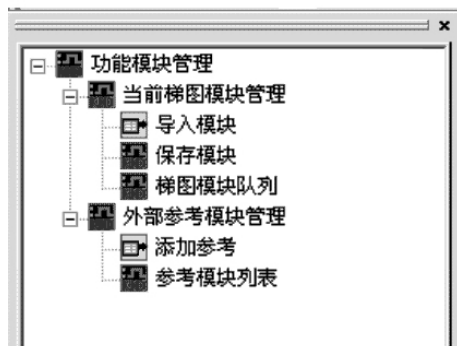

图 4.50 功能模块管理器操作界面
功能模块管理器的操作界面采用基于树形结构的集中操作形式，如图 4.50 所示。
右键单击当前梯图模块队列中的任一模块名，在如图 4.50（2）所示的右键菜单中，单击“模块属性”菜单项，则弹出该模块的属性对话框；
(4) 将梯图模块导出为模块文件
右键单击梯图模块队列中的任一模块名，在如图 4.50 (2) 所示的右键菜单中，单击“导出为模块文件”菜单项，也将指定模块的数据以模块文件的形式保存起来。